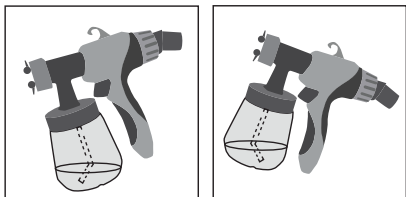

Рис. 2
7. Заправьте емкость (6) приготовленным материалом:
- в) установите всасывающую трубку в зависимости от обрабатываемой поверхности: при горизонтальной поверхности поверните трубку вперед, при вертикальной – назад (Рис. 2);